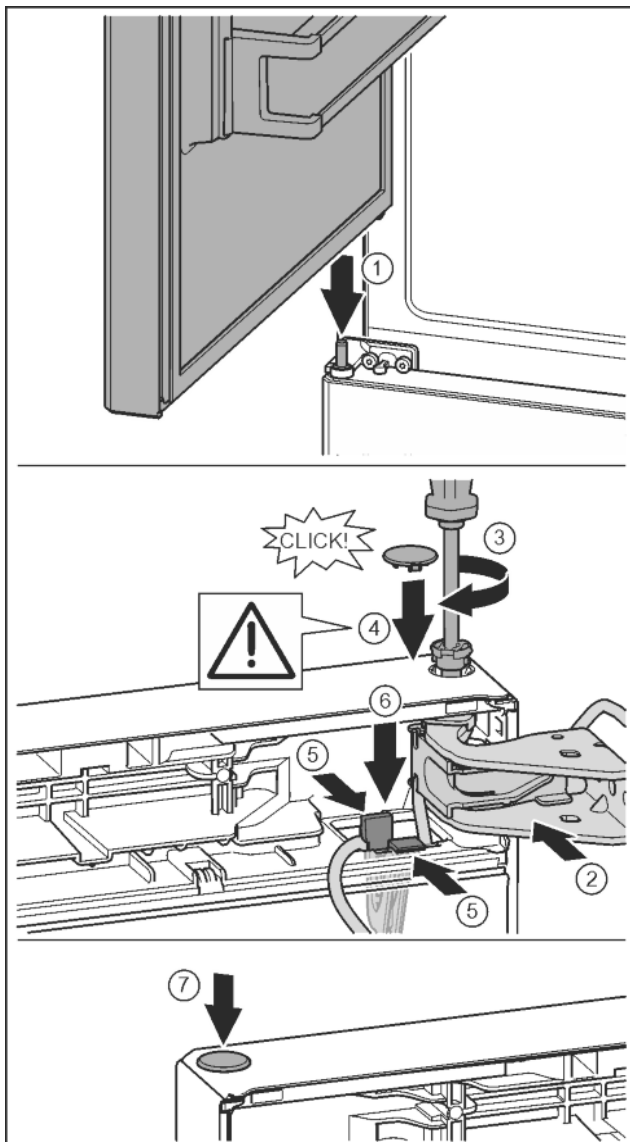

Fig. 36
- ▶ Установка верхней двери на средний опорный палец Fig. 36 (1)
- ▶ Дверь вверху выровнять по отверстию в опорном кронштейне. Fig. 36 (2)
- ▶ Вставить палец и затянуть отверткой T15. Fig. 36 (3)
- ▶ Установить предохранительную крышку для защиты двери: вставить предохранительную крышку и проверить, прилегает ли она к двери. В ином случае вставить палец полностью. Fig. 36 (4)
- ▶ Вставить держатель кабеля с закрепленным на нем кабелем в отверстие. При этом более длинное отверстие соединительной накладки должно быть направлено вперед. Fig. 36 (5)
- ▶ Прижать держатель вниз так, чтобы соединительная накладка защелкнулась. Fig. 36 (6)
- ▶ Вставить заглушку. Fig. 36 (7)